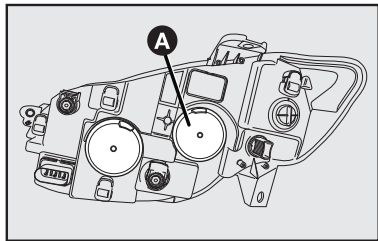

fig. 29
- 1) Retirar a tampa de borracha **A-fig. 29**;
- 4) Recolocar a tampa de borracha **A-fig. 29**.